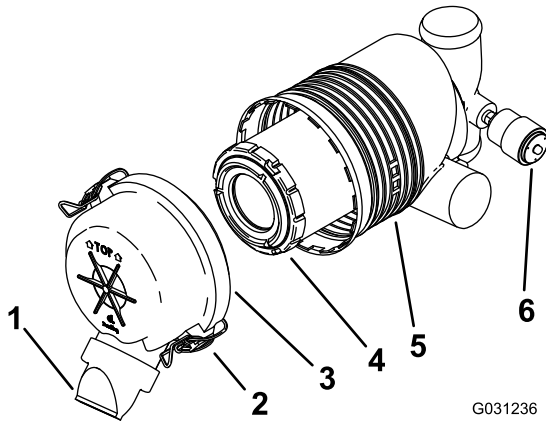

Bild 32
**Wichtig:** Tauschen Sie den Luftfilter nur aus, wenn die Wartungsanzeige rot ist (Bild 32). Das frühzeitige Auswechseln des Luftfilters erhöht nur die Gefahr, dass Schmutz in den Motor gelangt, wenn Sie den Filter entfernen.
5. Lösen Sie die Riegel am Luftfilter und ziehen Sie die Abdeckung vom Luftfiltergehäuse ab (Bild 32).
- Wenn die Wartungsanzeige durchsichtig ist, setzen Sie die Luftfilterabdeckung auf (die Staubkappe sollte nach unten zeigen) und befestigen Sie die Riegel (Bild 32).
- Schieben Sie den Filter vorsichtig aus dem Luftfiltergehäuse heraus (Bild 32).
- Setzen Sie den Filter vorsichtig ein (Bild 32).
- Setzen Sie die Luftfilterabdeckung auf (die Staubkappe sollte nach unten zeigen) und befestigen Sie die Riegel (Bild 32).